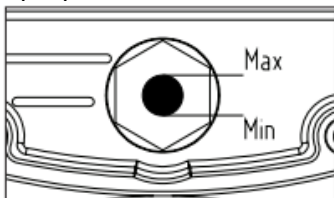

Рис. 3
8. Замените при необходимости транспортную пластиковую пробку на крышке картера сапуном из комплекта, если он не был установлен. Проверьте уровень масла по меткам на окне маслоуказателя картера (Рис. 3), уровень масла должен быть не ниже среднего положения в контрольном окне картера.
Перед каждым пуском проверяйте уровень масла по меткам на окне маслоуказателя картера. Уровень масла должен быть не ниже среднего положения в контрольном окне картера (Рис.3). При необходимости доливайте масло (марка масла должна соответствовать марке масла, залитого в компрессор). После первых 50 часов работы или при изменении цвета масла (побеление – присутствие воды, потемнение – сильный перегрев) рекомендуется заменить его. Для замены масла нужно отвинтить сливную пробку на крышке картера, слить все масло из картера и вновь закрутить пробку. Не допускайте утечек масла из соединений и попадания масла на наружные поверхности компрессора.